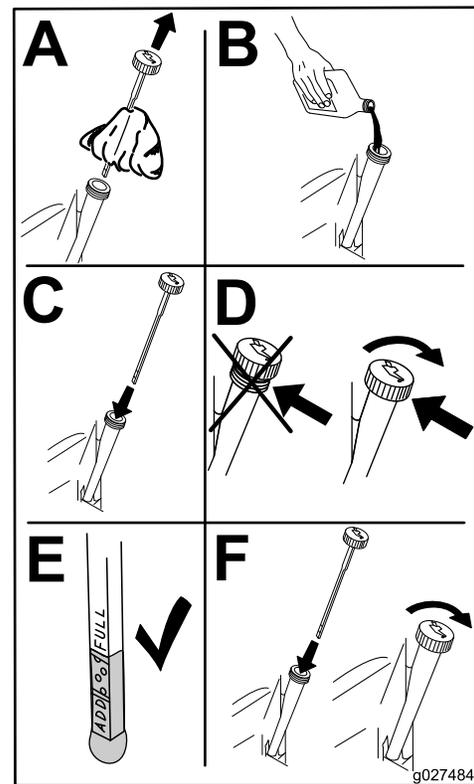

Bild 38
6. Gießen Sie ca. 80 % der angegebenen Ölmenge langsam in den Einfüllstutzen (Bild 38).
7. Prüfen Sie den Ölstand; siehe Bild 38.